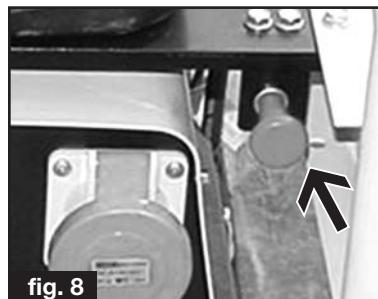

fig. 8
2) Versão W230: Puxar o botão situado NÃO painel de comando (ver fig.8); aguardar o completo desligamento do motor, colocar novamente a chave na posição "OFF".